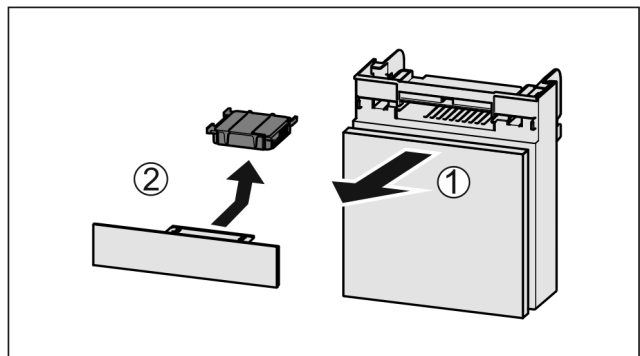

Fig. 147
- ▶ Retire el compartimiento hacia delante Fig. 147 (1).
- ▶ Retire el filtro de carbón activo Fig. 147 (2).